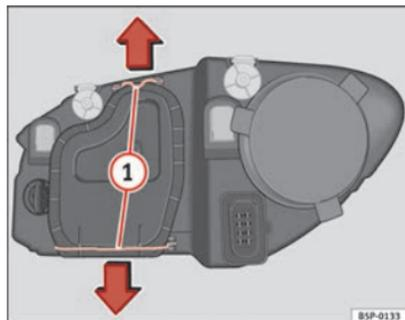

Fig. 164 Anabbaglianti
- Far scorrere i tiranti ⇒ fig. 164 (1) nel senso della freccia e sfilare la chiusura.